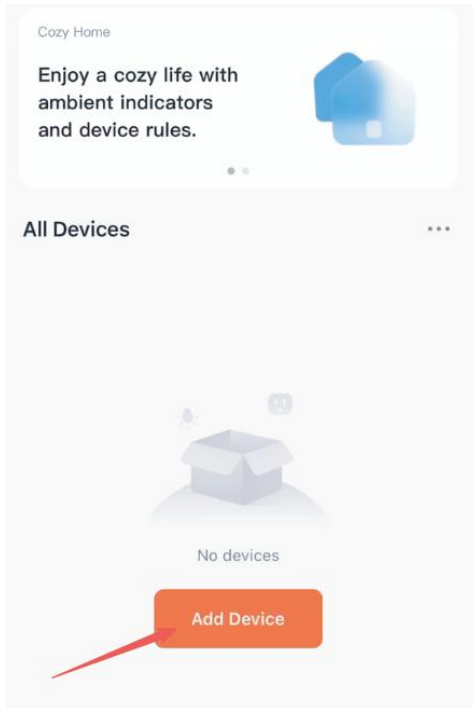

Imagen B-1
1. Cuando el producto esté funcionando, mantén el Bluetooth activado, abre la aplicación “Tuya Smart”, aparecerá un enlace; luego haz clic en “Agregar dispositivo” como se muestra en la imagen B-1.